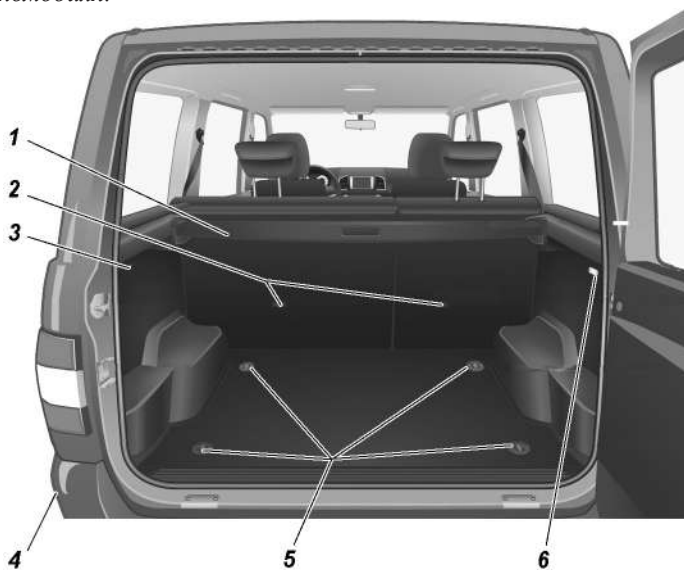

Рис. 3.57. Багажное отделение:
В систему крепления ISOFIX входят два нижних кронштейна ISOFIX и кронштейн для верхнего страховочного ремня ISOFIX (рис. 3.57).
- закрепите верхний страховочный трос за кронштейн крепления верхнего ремня ISOFIX (рис. 3.57);
Багажное отделение (рис. 3.57)
В багажном отделении автомобиля (в зависимости от комплектации) расположена выдвижная шторка 1 (рис. 3.57).